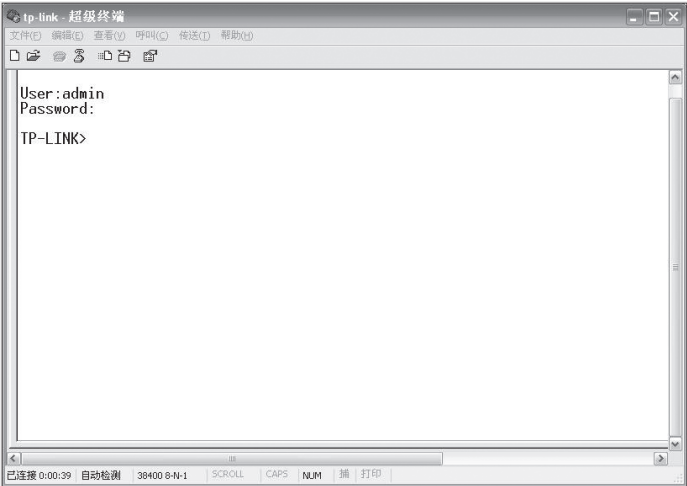

图4-5 命令行主窗口
6. 在超级终端主窗口中输入用户名和密码（默认用户名与密码为：admin/admin），按下回车键，就可以看到“TP-LINK>”的提示符了，如图4-5所示。